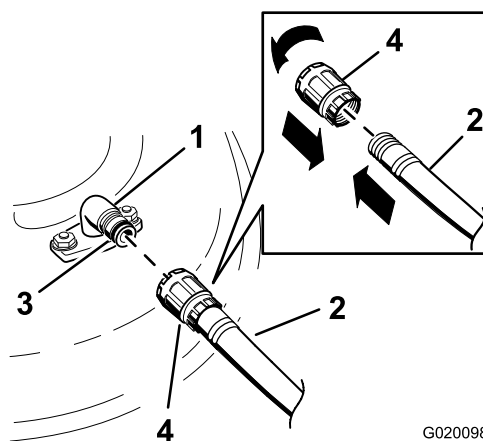

Figura 75
3. Ataai cuplajul furtunului la capătul fittingului de spălare a mainii de tuns iarba i pornii apa cu presiune maximă (Figura 75).